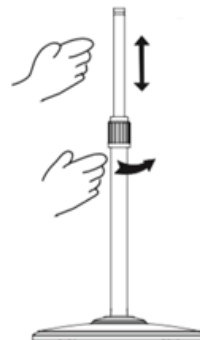

Рис. 3
6. Вытяните выдвигающую часть опоры (9) на необходимую высоту, и зафиксируйте фиксатором. Рис.3.
7. Оденьте корпус вентилятора (6) на верхнюю часть опоры (9) и зафиксируйте фиксатором (8).